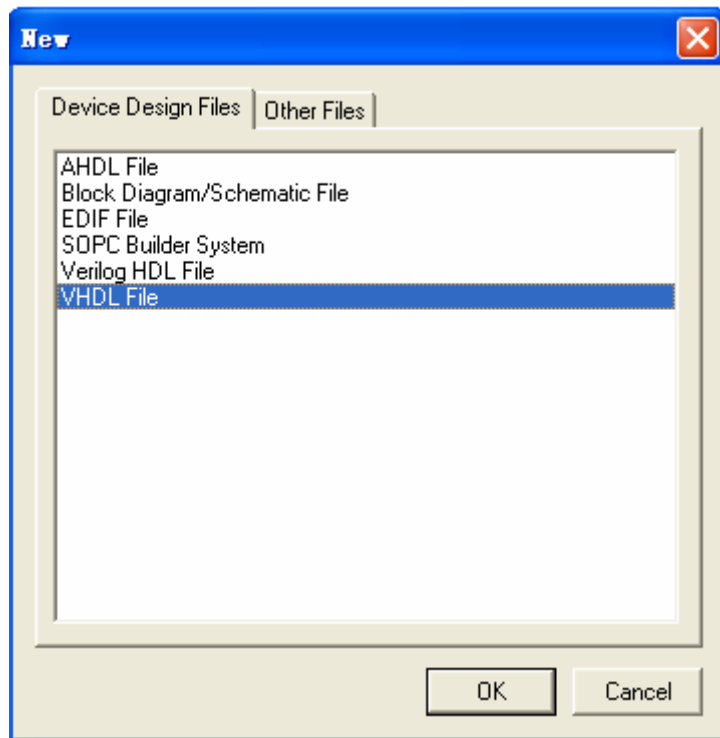

图 2—1—10
- (1)、生成设计项目文件。
- (2)、启动 File\New 菜单命令,如图 2—1—10: